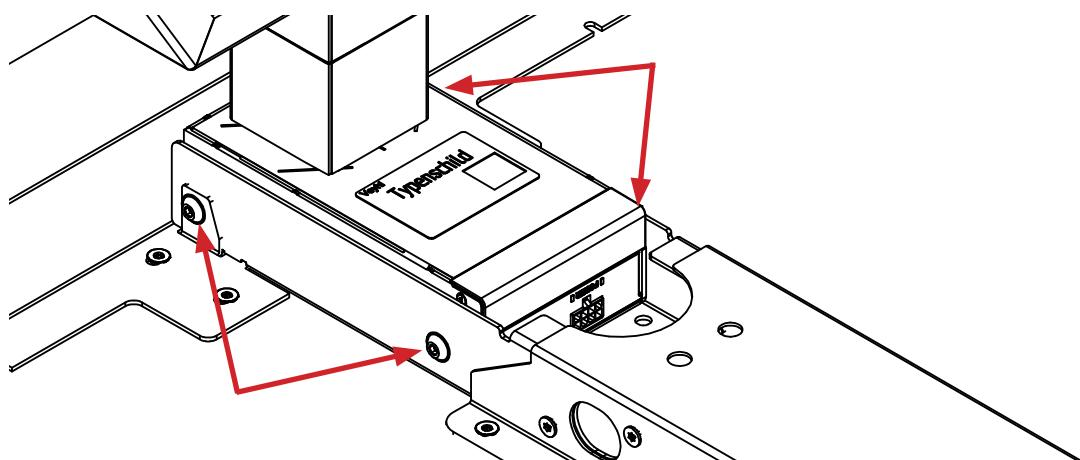

Abbildung 3: Detailansicht Tischgestellmontage mit Teleskoptraverse
6. Schieben Sie die teleskopierbare Traverse auf den auskragenden Teil der Hubsäule und verbinden Sie das Motorverbindungskabel vom Steuergerät mit dem Anschluss in der Hub- säule. Die Seiten der Traverse sollten zwischen Hubsäule und Plattenträger liegen, wie in Abbildung 3 dargestellt. Richten Sie die Bohrungen von Traverse, Plattenträger und Hub- säule präzise aus.
7. Befestigen Sie den Plattenträger, die Traverse an der Hubsäule mit den beiliegenden M6x16 Schrauben an den Verbindungspunkten, zu sehen in Abbildung 3.
säule. Die Seiten der Traverse sollten zwischen Hubsäule und Plattenträger liegen, wie in Abbildung 3 dargestellt. Richten Sie die Bohrungen von Traverse, Plattenträger und Hubsäule präzise aus.
6. Verschrauben Sie den Plattenträger, die Traverse und die Hubsäule mit den mitgelieferten M6x16 Schrauben mit den Verbindungsplatten. Sehen Sie Abbildung 3.
- Sie benötigen: 2x Plattenträger, 2x Verbindungsplatte, 8x M6x16 Schrauben, 4x M6-Mutter und 4x Unterlagsplatte (1).